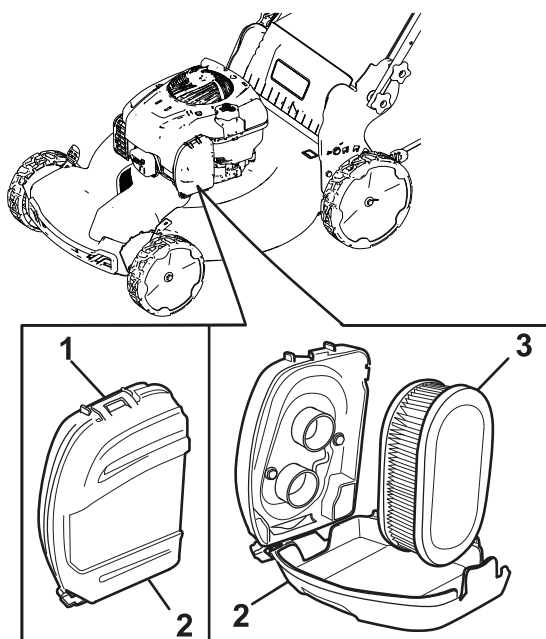

Figura 19
1. Abra los cierres de la parte superior de la tapa del filtro de aire (Figura 19).
2. Retire el filtro de aire (Figura 19).